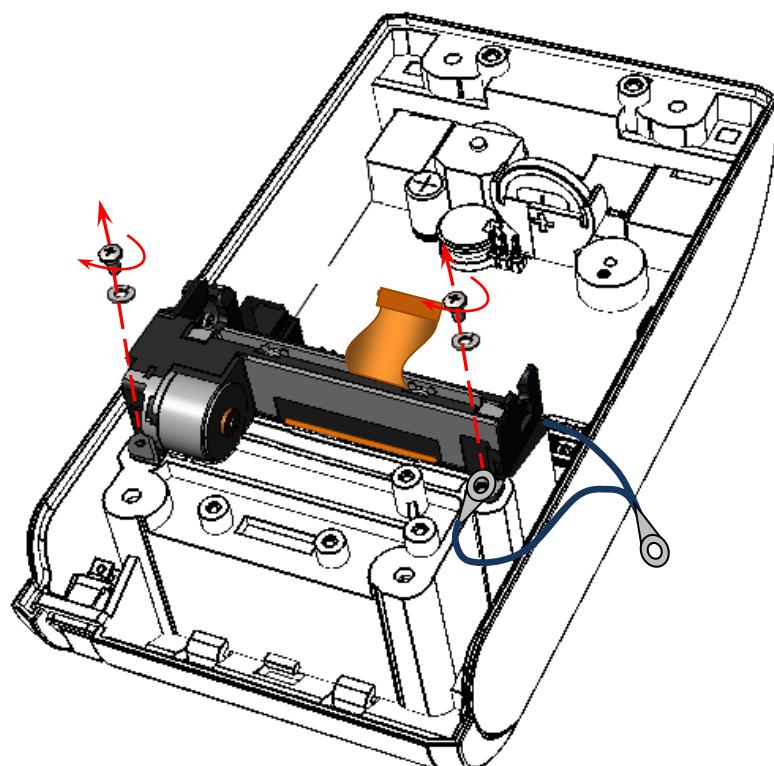

Рисунок 18. Снятие ТПГ (открутить винты крепления)
- Зафиксировать ТПГ винтами крепления, установив шайбы и установив клемму кабеля заземления на нижней части корпуса изделия (смотрите рисунок 18).